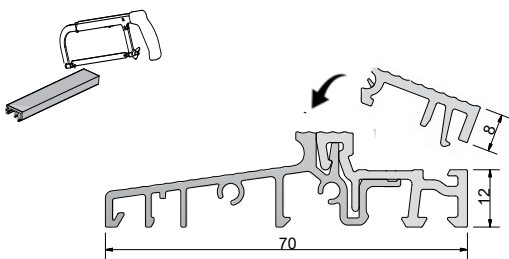

Abb. 9
- Die Fulleisten auf exakte Mass schneiden und von der Außenseite der Schwelle einklipsen (Abb. 9)